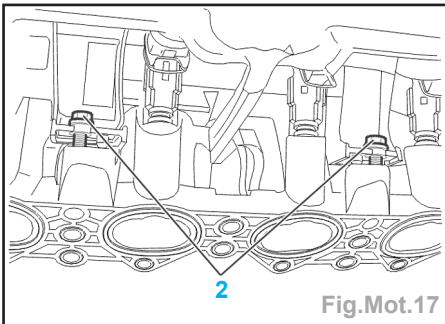

Fig.Mot.17
- Déposer (Fig.Mot.17) :
- les vis de fixation de rampe d'injection (2),